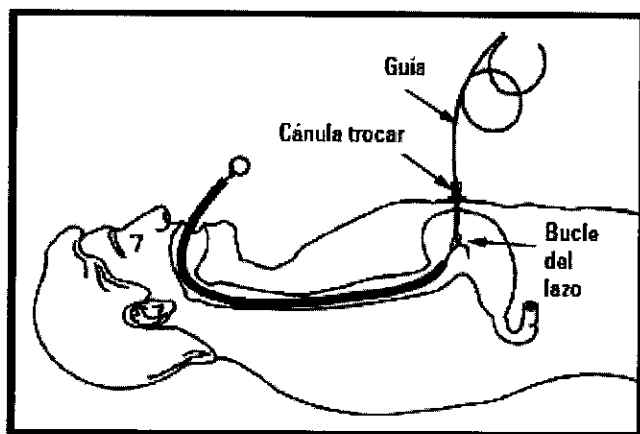

Figura 9
- Pase la punta de la guía por la cánula hasta el interior del estómago (figura 9).